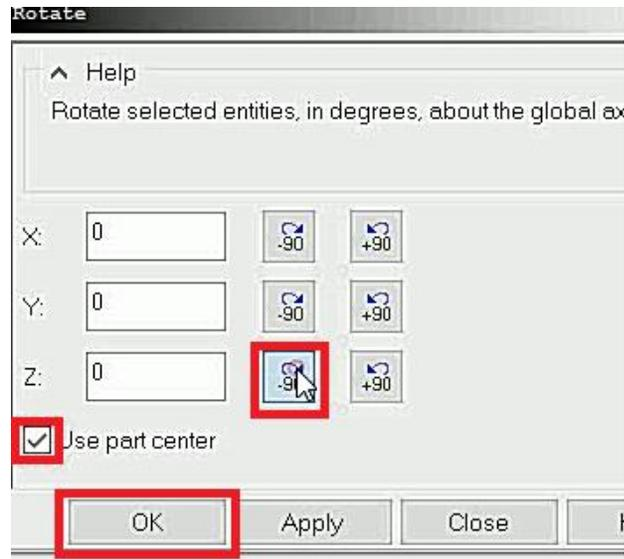

Figura 6.49 Rotar 90°.
- En el submenú que aparece, seleccionamos la casilla de **Use part center** y posteriormente damos una rotación de -90° (Figura 6.49).